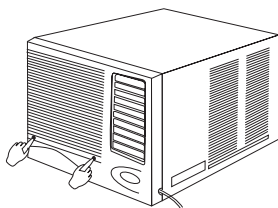

Abb. 7
1. Auf die an beiden Seiten des Filters mit PUSH (Schieben) bezeichnete Stellen drücken, um den Filter abnehmen zu können (siehe Abb. 7).
2. Auf das PUSH-Symbol an beiden Seiten des Luftfilters drücken, um ihn zu schliessen (siehe Abb. 7).